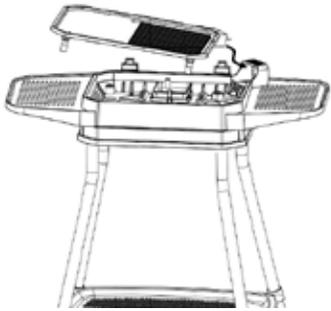

Fig. 9
10. Insérez la plaque de grill (Fig. 9). Pour ce faire, vous devez maintenir la plaque de grill [6] légèrement inclinée afin que la prise femelle de raccordement de la plaque de grill passe au travers de l'ouverture prévue (support de prise femelle) dans le corps du barbecue. Attention : La plaque de grill ne doit être utilisée qu'avec cet appareil.